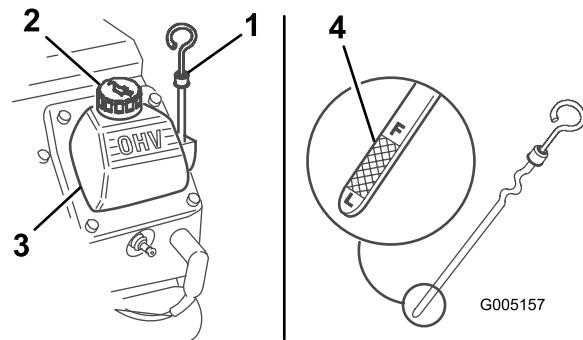

Рисунок 23
3. Очистите область вокруг измерительного щупа (Рисунок 23).
4. Вытяните масломерный щуп и вытрите металлический конец начисто (Рисунок 23).
5. Вставьте щуп в масломерную трубку до упора (Рисунок 23).
- В случае низкого уровня масла очистите область вокруг крышки маслозаливной горловины и снимите крышку (Рисунок 23).
- Снимите крышку маслозаливной горловины (Рисунок 23) и медленно залейте примерно 80% от указанного количества масла через крышку клапана.